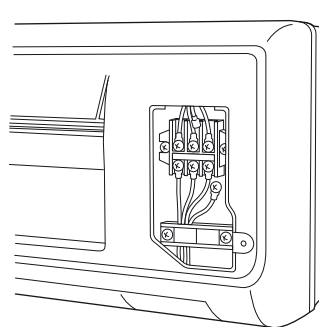

Fig. 26a
- (4) Leve a instalação eléctrica entre as unidades a partir da parte traseira da unidade para montagem no interior e puxe para a frente para ligação. (Fig. 26a ou 26b)
- (5) Ligue a instalação eléctrica entre as unidades aos terminais correspondentes na placa de terminais (Fig. 26a ou 26b), consultando o diagrama da instalação eléctrica.
- (6) Assegure-se que prende a instalação com o grampo fornecido.